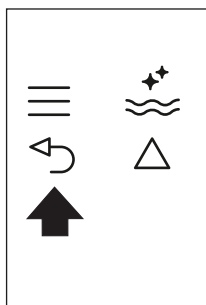

Fig. 25
- ▶ Pulse el icono ↵ (B6) (Fig. 25) dos veces para salir del menú.